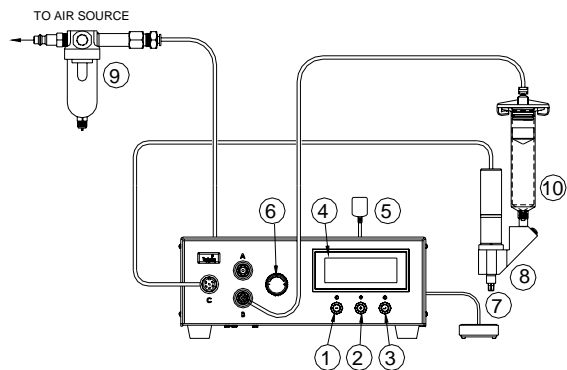

图 6.0
#### 5.3.1 连接设备：(参见图 6.0 以了解详细信息)
### 5.4.1 连接设备：( 参见图 6.0 以了解详细信息 )
2. 按住“设置”按钮 (3) 持续 2 秒钟以进入设置屏幕。
3. 同时按住 (+) 和 (-) 按钮, 显示屏上会出现低压设置值, 如图 6.0 所示。
4. 同时按住“设置”按钮 (3) 和 (+) 按钮增大设置值。
5. 同时按住“设置”按钮 (3) 和 (-) 按钮减小设置值。
6. 按住“设置”按钮 (3) 持续 2 秒钟以保存数据。